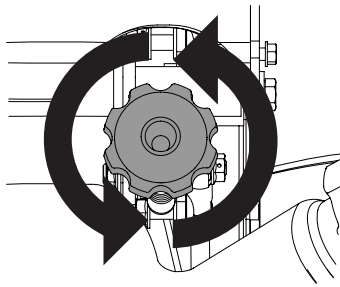

Figura 30
1. Si la cortadora se desvía (se mueve) hacia la derecha, gire la perilla de desviación hacia la izquierda en incrementos de 1/4 de vuelta hasta que desaparezca la desviación. Consulte la Figura 30. Gire a la izquierda para ir hacia la izquierda.
2. Si la cortadora se desvía (se mueve) hacia la derecha, gire la perilla de desviación hacia la derecha en incrementos de 1/4 de vuelta hasta que desaparezca la desviación. Consulte la Figura 30. Gire a la derecha para ir hacia la derecha.